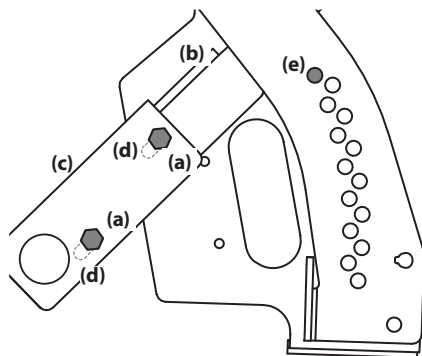

Figure 4-16
- Desserrez les deux boulons (a) et les deux écrous autobloquants (a) qui retiennent le levier (b) au bras de relevage (c), mais ne les retirez pas. Voir Figure 4-16. Les deux trous (d) du levier permettent ce réglage.